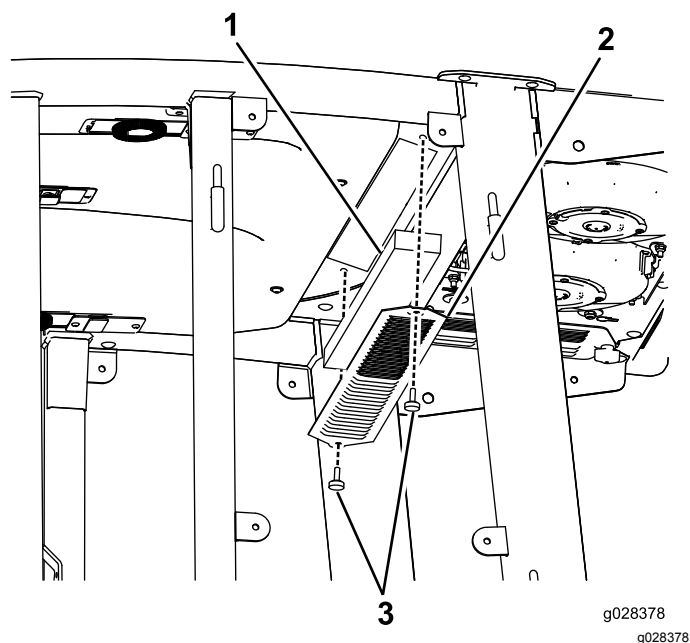

Figura 120
1. Retire los tornillos y las rejillas que cubren los filtros de aire interior y el trasero de la cabina (Figura 120).